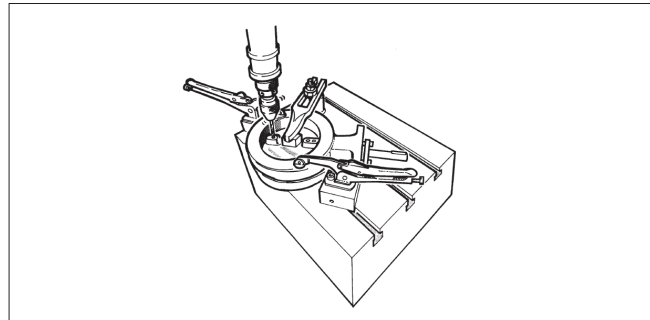

Fig. 16 Compression des goupilles
- Retirez l'anneau de blocage (2) et l'anneau de siège (4) tel qu'indiqué à la Section 5.
- Placez la vanne horizontalement sur une surface rigide, de sorte à ce que le côté plat du disque repose sur la surface (cf. Figure 16).